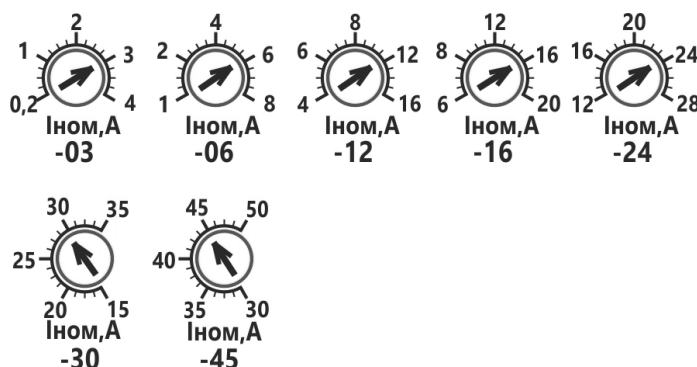

Рисунок 7 Диапазоны настройки **Ином** для исполнений по току
1.7.2 Потенциометр «**Ином,А**» используется для настройки номинального тока электродвигателя, который используется в качестве базового для функций защит электродвигателя и плавного пуска. Диапазоны настройки потенциометров для исполнений по току БСТ2-...-03, -06, -12, -16, -24, -30, -45 приведены на рис.7.